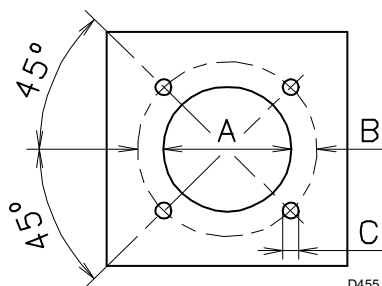

Fig. 6
- l'année de construction codifiée (C) ;
- le numéro d'immatriculation (D) ;
- la puissance électrique absorbée (F) ;
- les types de gaz utilisés et les pressions d'alimentation correspondantes (F) ;
- les données de puissance min. et max. du brûleur (G) (voir plage de puissance)
5.3 Plaque chaudière (Fig. 6)
Perçer la plaque de fermeture de la chambre de combustion (Fig. 6) La position des trous filetés peut être tracée en utilisant l'écran thermique du brûleur.